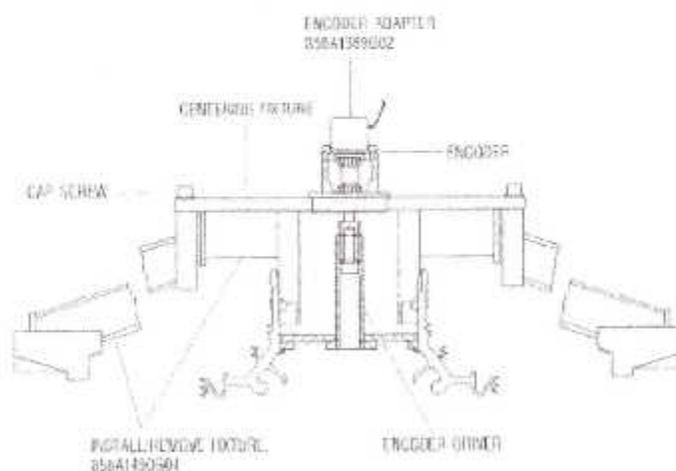

Fig. IV. 13. Installation le Encodeur Adapté.856A1369G02
7. On installe le **Encodeur Adapté.856A1369G02** .fig. IV. 13.